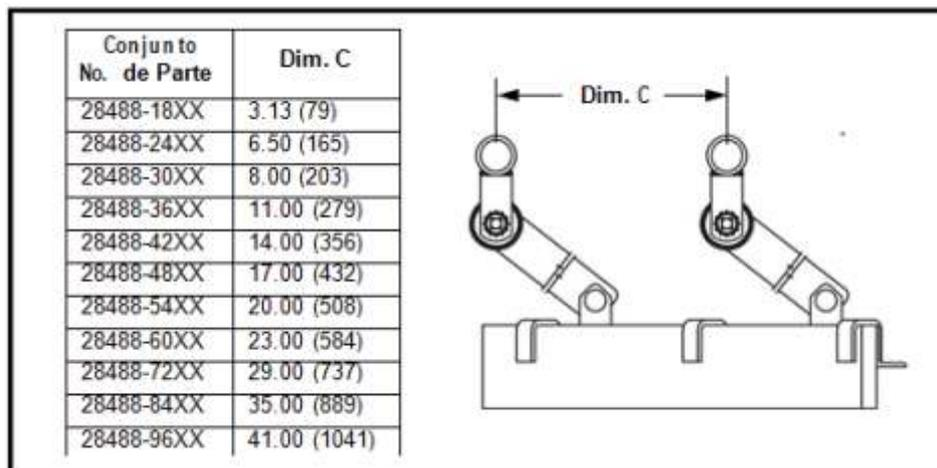

Figura 3. Distancia Entre las Barras de Suspensión
- Después de determinar hasta que distancia por encima de la banda se deben ubicar las barras de suspensión, mide la distancia entre las barras de suspensión de acuerdo con la tabla en la Figura 3. Marque la ubicación de las barras de suspensión sobre los largueros.
- Si los largueros (E) están demasiado bajos como para acomodar las barras de suspensión en la posición correcta, atornille o suelde cuatro placas de acero con espesor de ½ pulgada (13 mm) (F) a la parte superior de los largueros.
- Si los largueros están suficientemente altos como para acomodar las barras de suspensión en la posición correcta, coloque las placas de fijación (G) para las barras de suspensión directamente sobre los largueros.